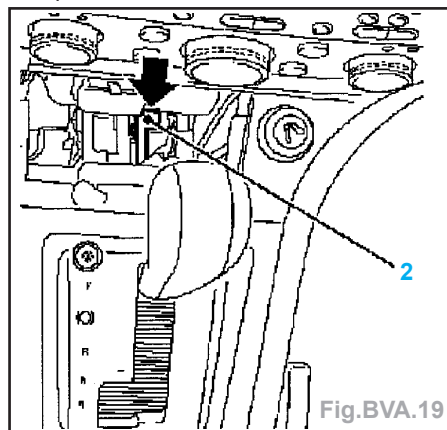

Fig.BVA.19
- Déverrouiller le blocage de levier de sélection (Fig.BVA.19) :
- comprimer sur le levier de déverrouillage (2),